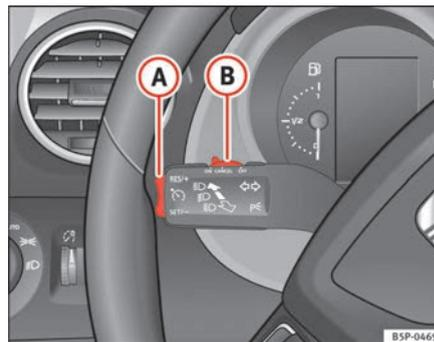

Fig. 147 Palanca de intermitentes y de luz de carretera: conmutador y tecla basculante para el regulador de velocidad
- Mueva el mando ⇒ fig. 147 (B) hacia la izquierda hasta la posición **ON**.